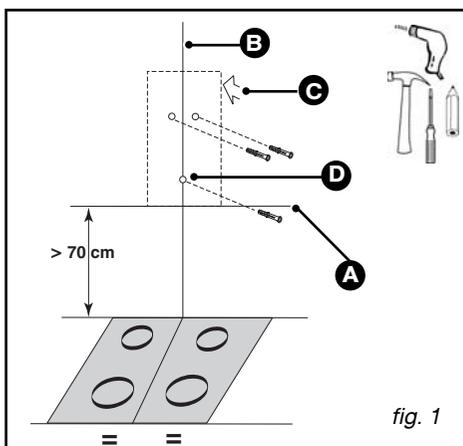

fig. 1
– Faça um traço horizontal no mínimo a 70 cm da placa de cozinha ou do fogão (A/fig.1).
– Faça um traço vertical (B/fig.1) na parede, centrado em relação ao fogão ou à placa de cozinha e que vá do tecto até ao limite do traço horizontal anterior (A).
– Coloque o modelo na parede (C/fig. 1).
- Coloque o parafuso anti-elevação (D/fig 1)
– Coloque o suporte metálico da chaminé na parede, encoste-o ao tecto e fixe-o com os dois parafusos (fig. 1).